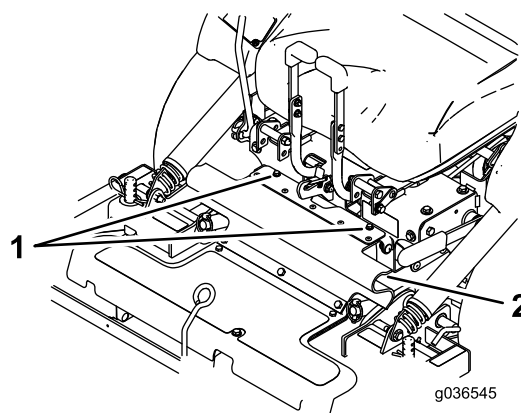

Figure 12
3. Desserrez les boulons fixés au déflecteur en caoutchouc (Figure 12).